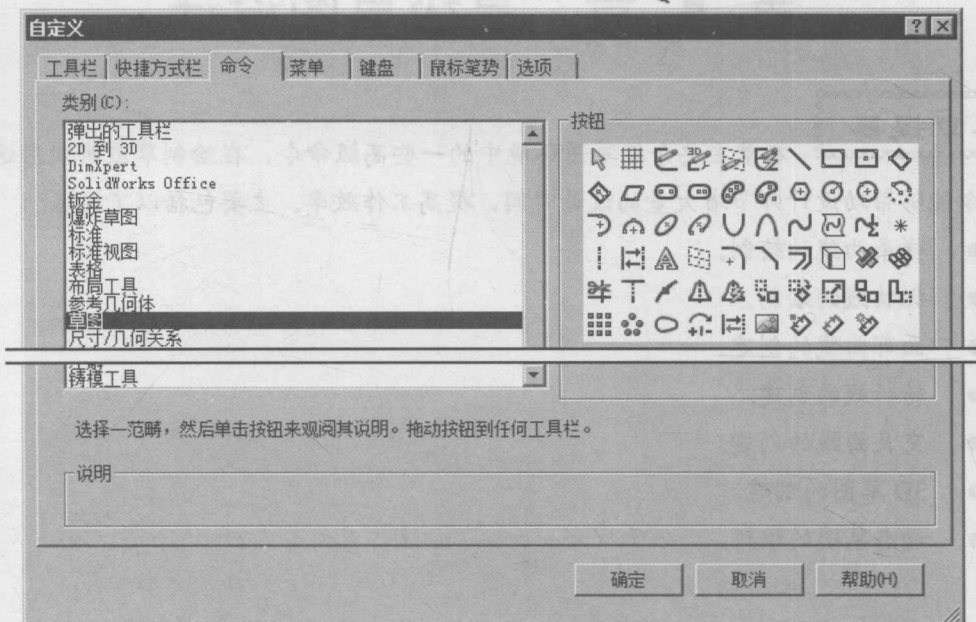

图 1.1.1 “自定义”对话框
Step2. 单击“自定义”对话框中的 **命令** 选项卡，此时“自定义”对话框显示出各种命令，如图 1.1.1 所示。